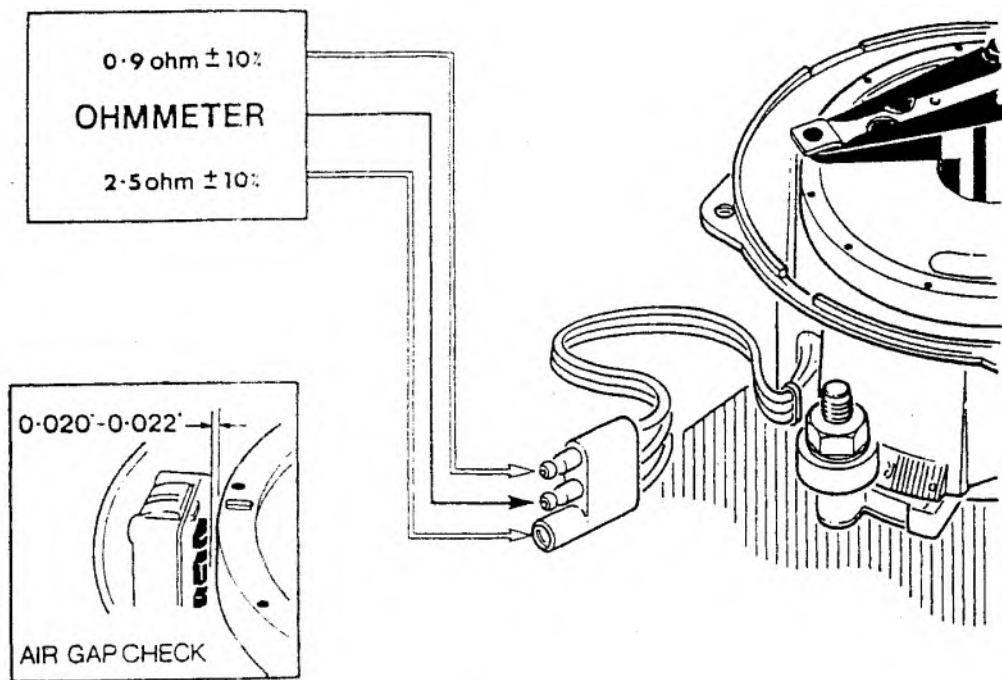

Fig. 45 Checking the distributor pick-up module
(A) entrefer Module - Tourner le moteur pour que le bâtonnet de ferrite marquée cylindre n° 1 (sur Jaguar ou la tige immédiatement sous l'électrode du rotor pour Aston Martin) soit aligné avec le capteur, voir Fig. 45. L'écart entre le module et le capteur doit être de 0.50-0.55 mm. Corriger si nécessaire, ajuster en desserrant les vis de fixation du module.